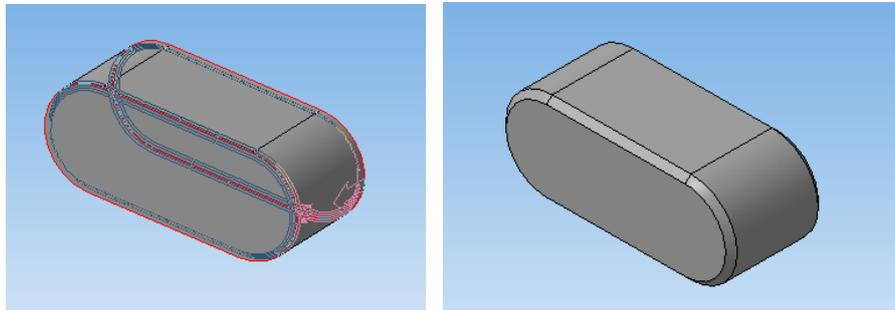

Рисунок 115.
5. Выберите команду «*Фаска*», выделите обе торцевые поверхности модели шпонки и задайте размер *катета фаски* - **0,25мм** (рисунок 115).